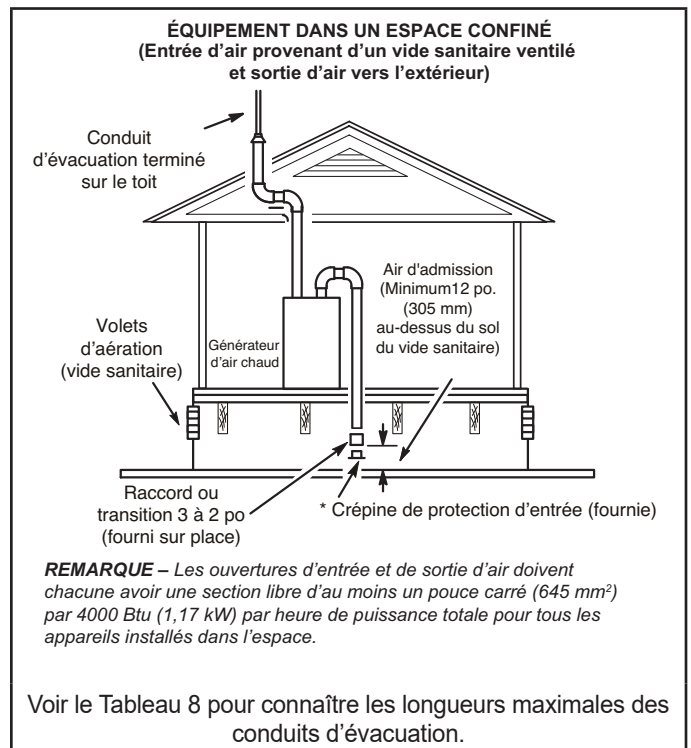

FIGURE 30
- 2 - Si l'air d'admission est aspiré d'un vide sanitaire ventilé (FIGURE 30) ou d'un grenier ventilé (FIGURE 31), la longueur de l'évacuation ne doit pas dépasser celle indiquée au Tableau 9. Si un tuyau de 3 po de diamètre est utilisé, le réduire à 2 po de diamètre pour pouvoir installer la crépine anti-résidus.